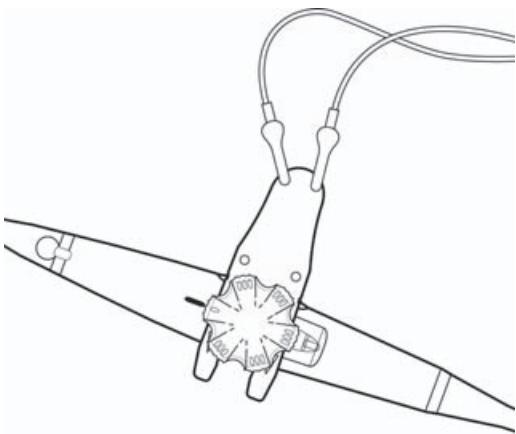

Figur 6 Tilkobling til lederplate
- a Koble den svarte ledningen til lederplaten i saltvannsbadet som vist i **Figur 6**.